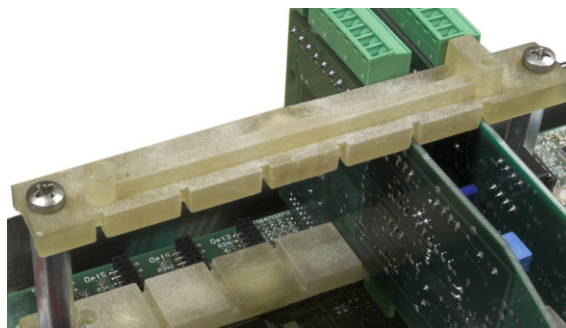

Figure 4-51 : Guide supérieur de la carte
7. Enlevez les deux vis fixant le guide supérieur de la carte (voir la Figure 4-51) et soulevez le guide de ses supports.
1. Desserrez et enlevez les vis retenant le guide supérieur de la carte (Figure 4-51)
5. Remplacez le guide supérieur de la carte, en prenant soin de placer le bord supérieur de la ou des cartes d'options dans leur logement dans le guide supérieur (voir la Figure 4-51).